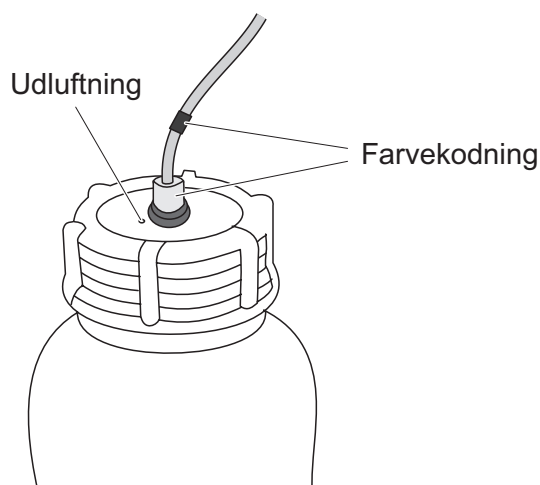

Fig. 1-4 Farvekodning
| 3 | Forbind skruelåget (blåt) med sugeslangen (blå) (se Fig. 1-4). |
| 7 | Forbind skruelåget (orange) med sugeslangen (orange) (se Fig. 1-4). |
- 9 Forbind skruelåget (grønt) med sugeslangen (grøn) (se Fig. 1-4). Sørg for at udluftningshullet i skruelåget er utildækket og tørt.